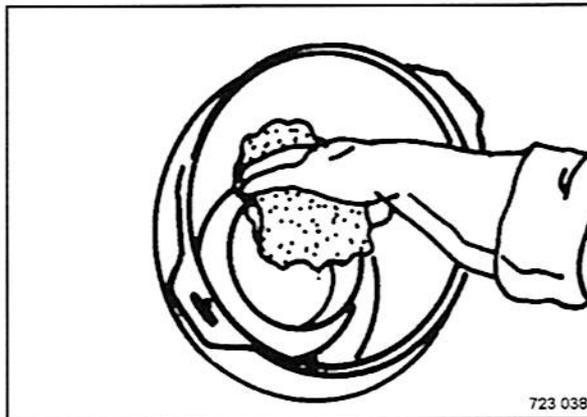

Fig. 189
- Limpiar la superficie de contacto del tubo de salida (Fig. 189).